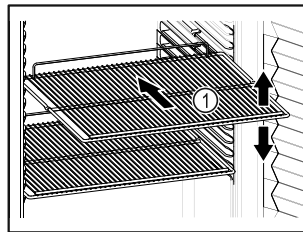

Fig. 56 Ilustrační zobrazení
- Pokud jsou odstavné rošty Fig. 56 (1) přemístitelné, přizpůsobte je vždy na danou výšku.